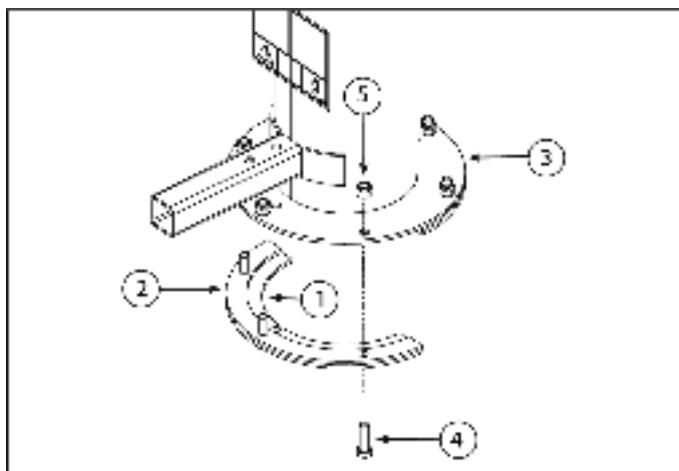

Рис. 2.5. Монтаж разгрузочной трубы
- Прикрепите одно зажимное кольцо (1) и одно промежуточное кольцо (2) к основанию разгрузочной трубы (3) при помощи трех болтов 3/8 x 1-1/4 дюйма (4) и самоконтрящихся гаек «nylock» (5). Затяните гайки, оставив зазор 1/16 дюйма (1,6 мм) для облегчения крепления трубы к фланцу. См. рис. 2.5.